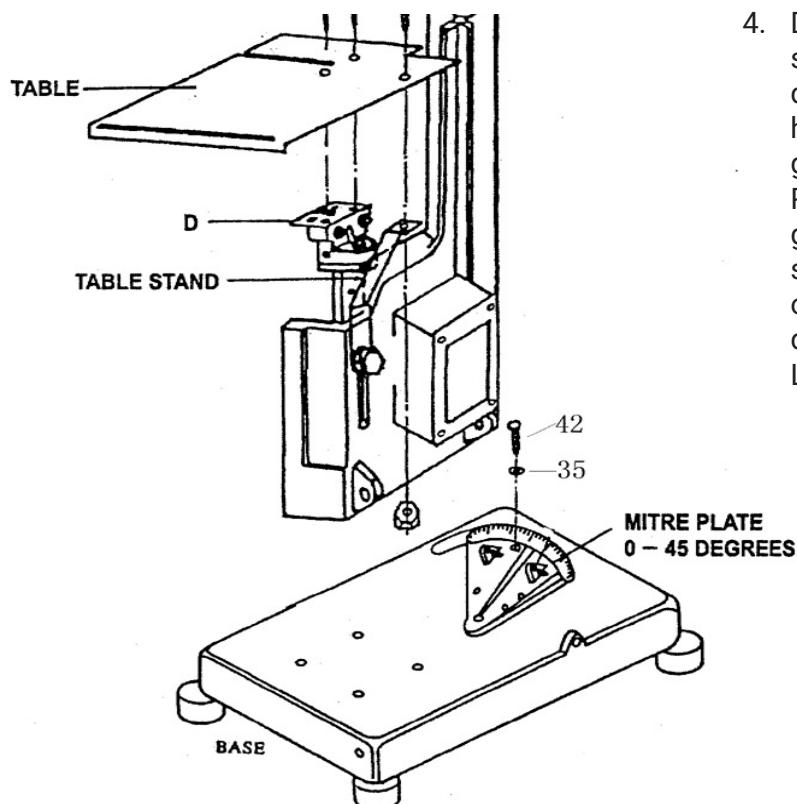

Fig. 6
5. Hvis du ønsker å kutte arbeidsstykket i en vinkel mellom 0 grader og 45 grader, løsne skruene (fig. 6, punkt 42), drei saghodet i henhold til vinkelmålet på gjæringsplaten (deleliste, punkt W7), trekk til skruene (fig. 6, punkt 42) i ønsket posisjon og gjenta deretter trinn 1 til 4.
Montering av bordet (se fig. 6):
1. Løsne A- og B-skruene fra bladføringen. Fjern deretter platen D og monter bordstativet i henhold til bildet over, Fig.6.